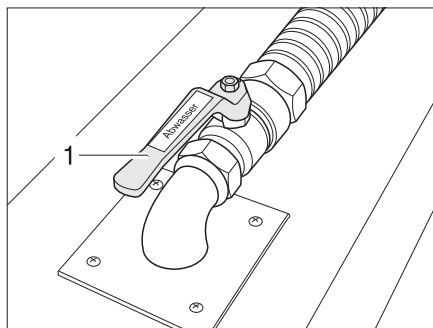

Fig. 338 Rubinetto di scolo delle acque grigie
Il rubinetto di scolo delle acque grigie (Fig. 338,2) è nero e reca la scritta "Abwasser" ("Acque grigie").
- Aprire il rubinetto di scolo delle acque grigie (Fig. 338,2). Le acque grigie fuoriescono.